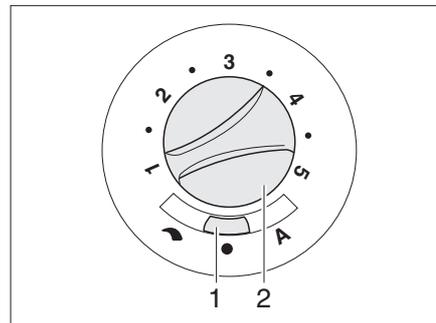

Bild 113 Bedienschalter für Umluftgebläse (12 V)
- Den Schiebeschalter (Bild 113,1) auf "H" (Handregelung) oder "A" (Automatikbetrieb) stellen.
- Wenn am Schiebeschalter (Bild 113,1) "H" (Handregelung) eingestellt ist: Mit dem Drehknopf (Bild 113,2) die gewünschte Leistung des Umluftgebläses einstellen.
- Den Schiebeschalter (Bild 113,1) auf "●" (Aus) stellen. Bei Heizbetrieb ist diese Schalterstellung außer Funktion.